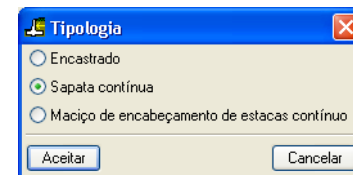

Fig. 3.5
- Prima no ícone referente à Sapata contínua, fig.3.5.